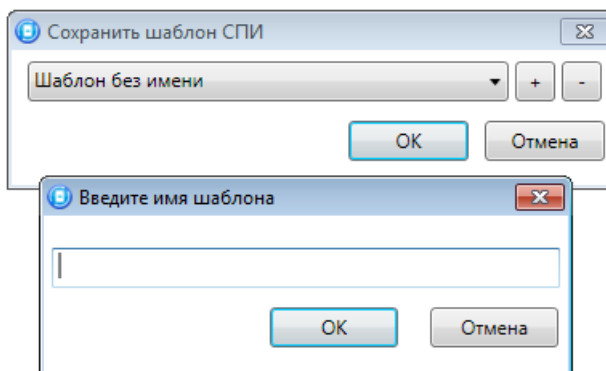

Рисунок 4.56 — Сохранение шаблона
- *Сохранить шаблон настроек:* открытие окна *Сохранить шаблон СПИ* (см. рисунок 4.56), с помощью которого может быть сохранена конфигурация ПОО контроллера в составе СПИ в качестве шаблона.